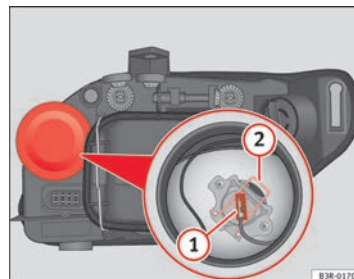

Abb. 207 Fernlicht
- Ziehen Sie den Stecker ⇒ Abb. 207 **1** von der Lampe ab.
- Die Haltefeder ⇒ Abb. 207 **2** durch Eindrücken und Rechtsdrehung abnehmen.